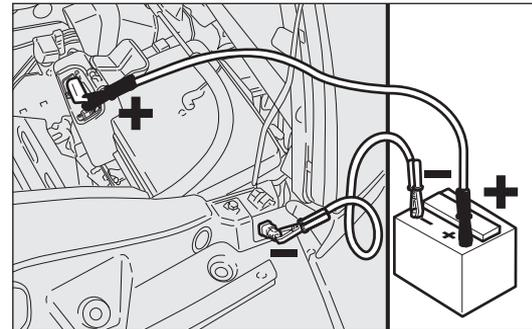

Abb. 164
- mit einem zweiten Kabel den Minuspol (-) der Hilfsbatterie mit dem Masseanschlusspunkt, wie in Abb. 164 gezeigt, verbinden;